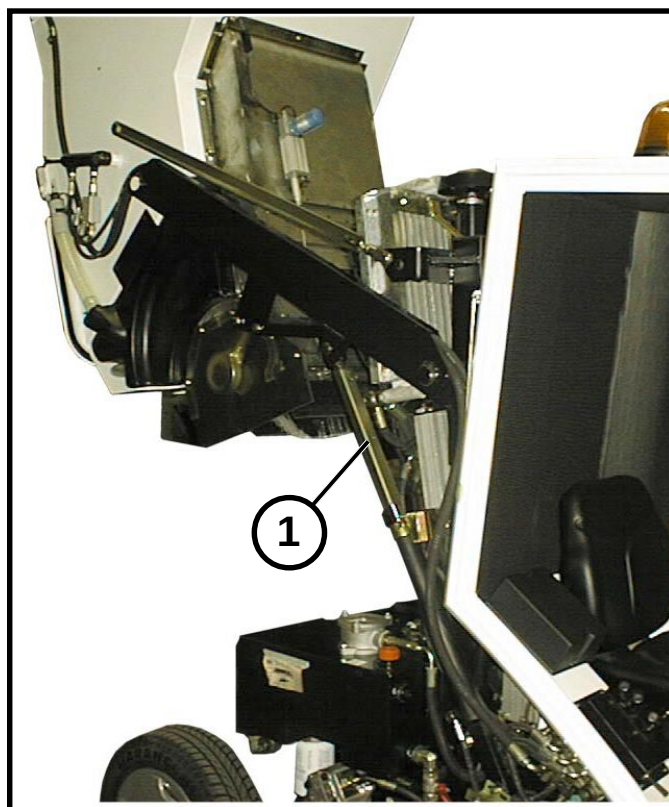

FIG. 10 BARRES DE SECURITE BAC A DECHETS
- Retirez les arrêts (voir fig.10) sur les cylindres du bac à déchets et abaisser la bouche de chargement en baissent le bac à déchets.
***Si pour une quelconque raison il est nécessaire d'effectuer une opération sous le bac à déchets alors que celui-ci est soulevé, il est OBLIGATOIRE de mettre en place les barres de sécurité 1 au niveau des tiges des vérins (FIG. 10).***